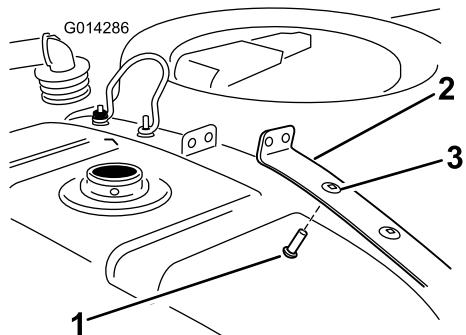

Figura 8
1. Instale um parafuso de carroçaria no furo interior à direita da cinta do depósito de lavagem (Figura 8). O parafuso da carroçaria na cinta traseira esquerda deve passar através do laço aberto do batente da tampa do depósito.